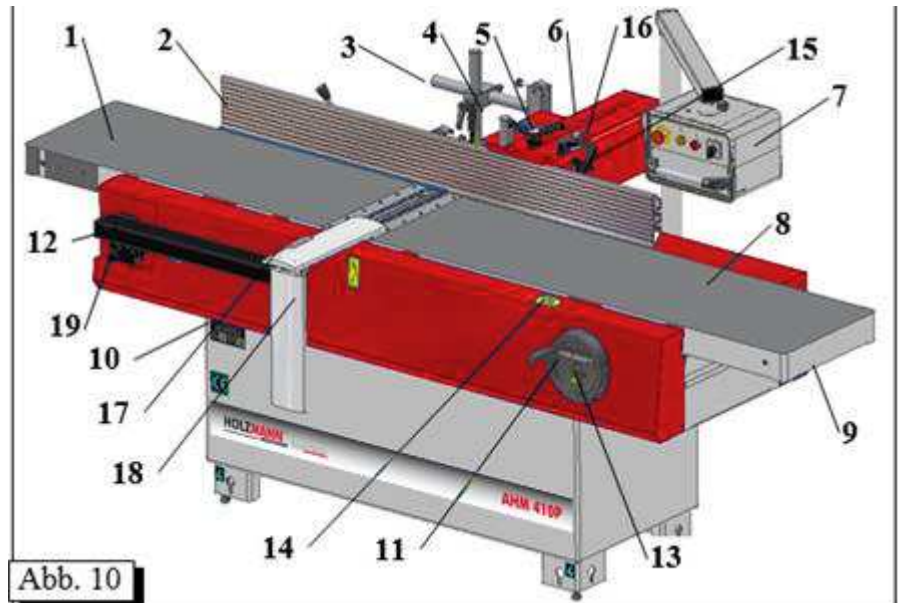

Abb. 10
La dégauchisseuse se compose des parties principales suivantes /fig. 10/:
- * Vérifiez le couvercle de protection de l'arbre de fers **18** /Fig.10/, afin qu'il est en place.